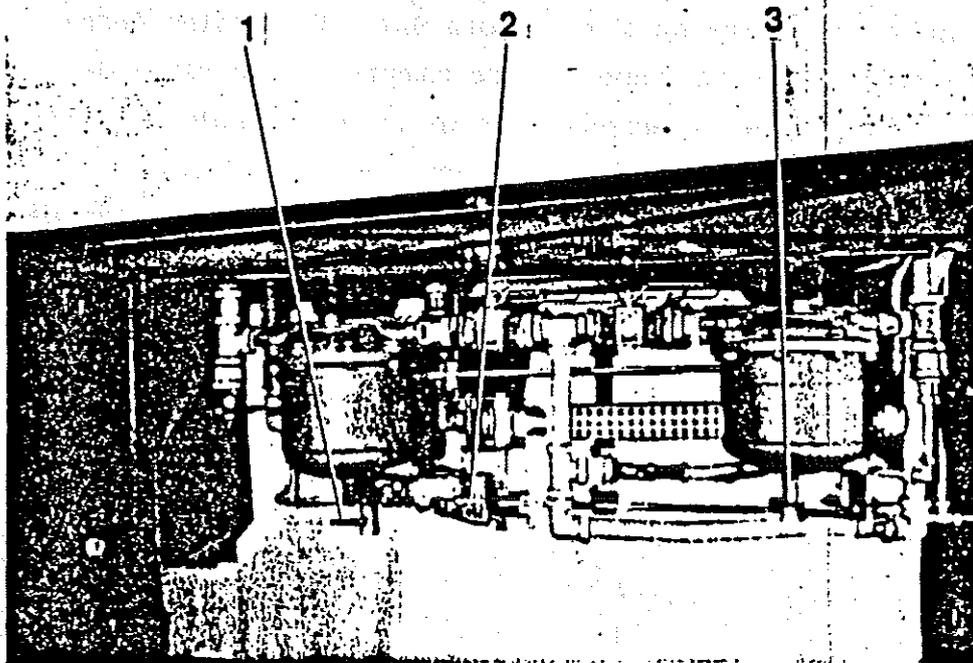

Figura 7 Grifos válvulas de purga en el bloque de aire comprimido N 2
- Grifo de purga (Figura 7/1 y 7/3)
- Válvula automática de purga (Figura 7/2)